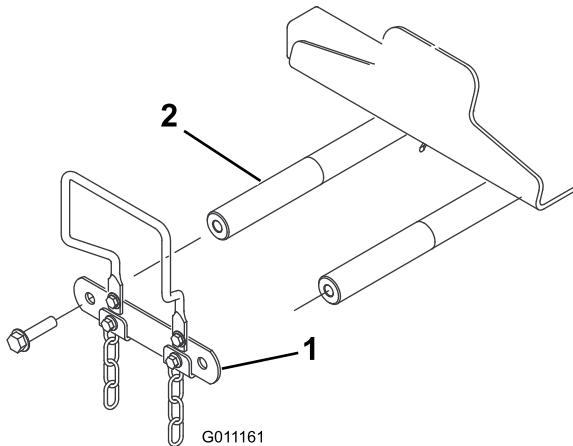

Figura 10
- Rimuovete i 2 bulloni che fissano l'attacco degli alberi di articolazione dei bracci di sollevamento agli alberi di articolazione, poi rimuovete e conservate l'attacco e i bulloni a parte (Figura 10).